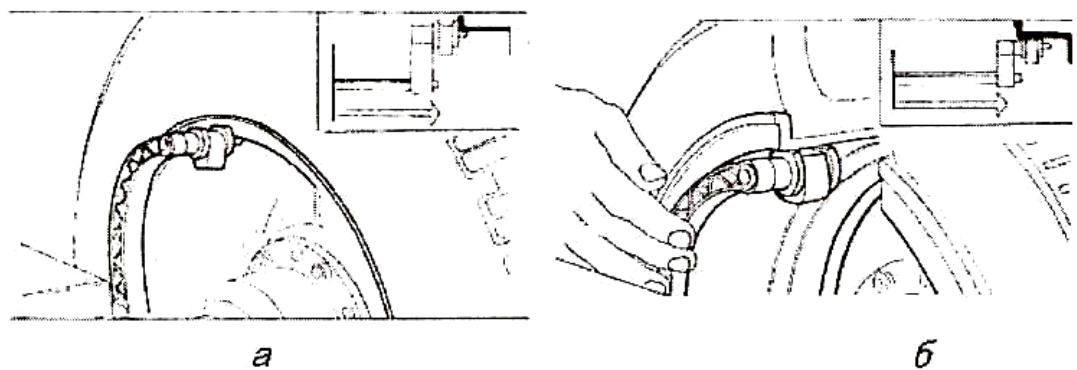

Рис. 16.
- 2) Привести автоматический измеритель в соприкосновение с плоскостью, выбранной для установки внутреннего балансировочного грузика (см. рис. 16 б для ALU 1P и рис. а для ALU 2P).